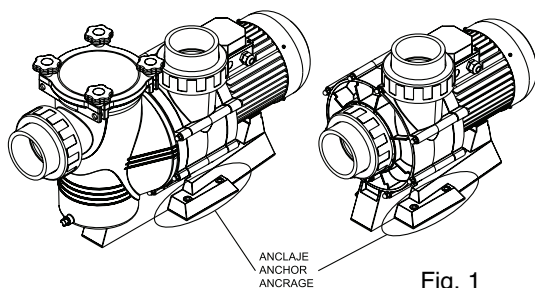

Fig. 1
- Todas las bombas están provistas de un pie con taladros para poder sujetarlas al suelo mediante un anclaje (Fig. 1).